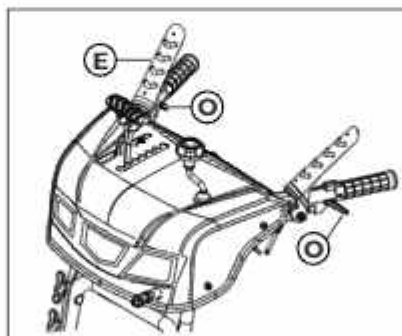

Рис. 27
Функция рулевого управления помогает оператору включить машину. Триггеры рулевого управления (рис.27, поз. O) находятся под рукоятками. Рулевое управление временно отключает одно ведущее колесо, в то время как другое продолжает движение во время поворота.
1. Нажмите рычаг сцепления (рис. 27, поз. Е), чтобы переместить машину вперед.
2. Поднимите и удерживайте левый триггер рулевого управления (рис.27, поз. O), чтобы повернуть налево.
4. Поднимите и удерживайте правый триггер рулевого управления (рис.27, поз. O), чтобы повернуть направо.